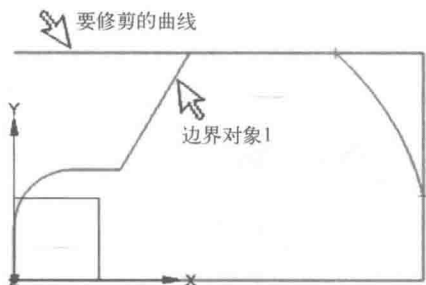
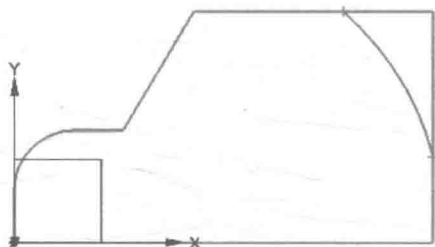

图 1-1-37
图 1-1-38
(2) 按照图 1-1-37 所示的顺序选择【要修剪的曲线】和【边界对象 1】，然后单击 **应用** 按钮完成第二次修剪，修剪结果如图 1-1-38 所示。